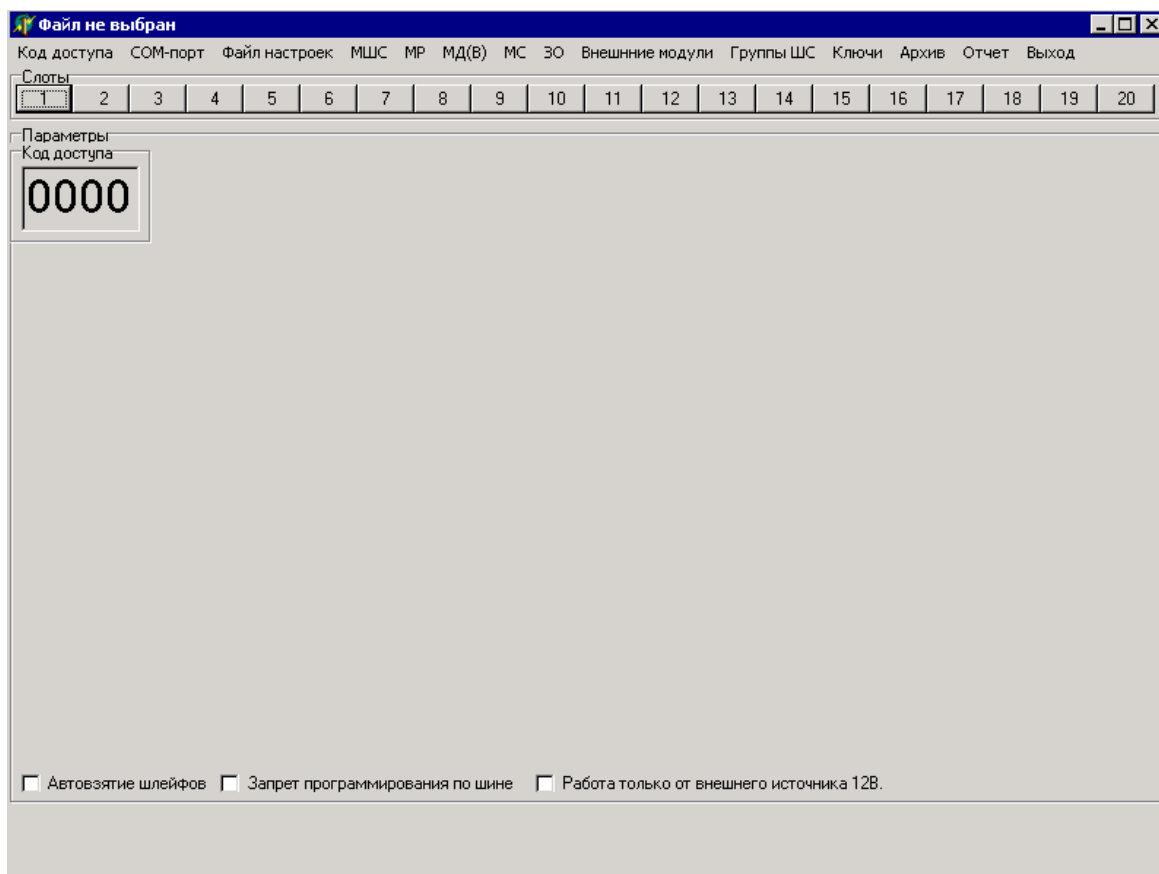

Рис. 2
2.1.2.2 Код доступа к файлам настроек содержит 4 символа и по умолчанию равен **0000**. Для обеспечения ограничения доступа к данным, содержащимся в файлах настроек, рекомендуется после запуска программы изменить код доступа с помощью команды главного меню «Код доступа». В результате выполнения этой команды в основном окне программы на панели «Параметры» появляется поле для ввода нового кода доступа к текущему файлу настроек (рисунок 2). Если код был изменен, то в дальнейшем его необходимо использовать для получения доступа к данному файлу настроек после каждого запуска программы.